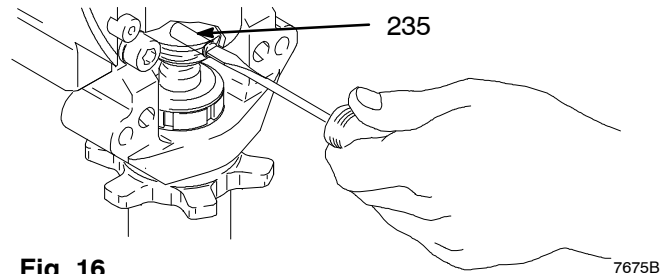

Fig. 16
5. Fig. 16. Använd en skruvmejsel: tryck upp hållarfjädern och tryck ut stiftet (235).
2. Fig. 16. Tryck in stiftet (235) i hålet och tryck ner hållarfjädern i spåret helt runt om vevstaken.